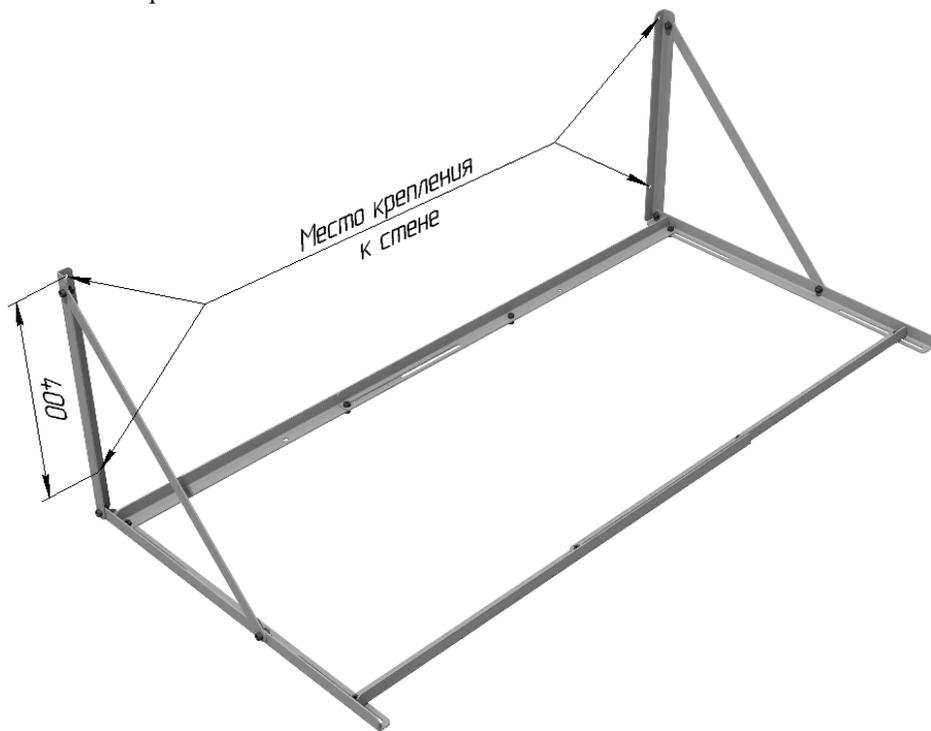

Рисунок 7
6. Смонтировать кронштейн к стене, используя Анкерный болт М6, отверстие в стене  $\varnothing 8$ . **Рис.7**